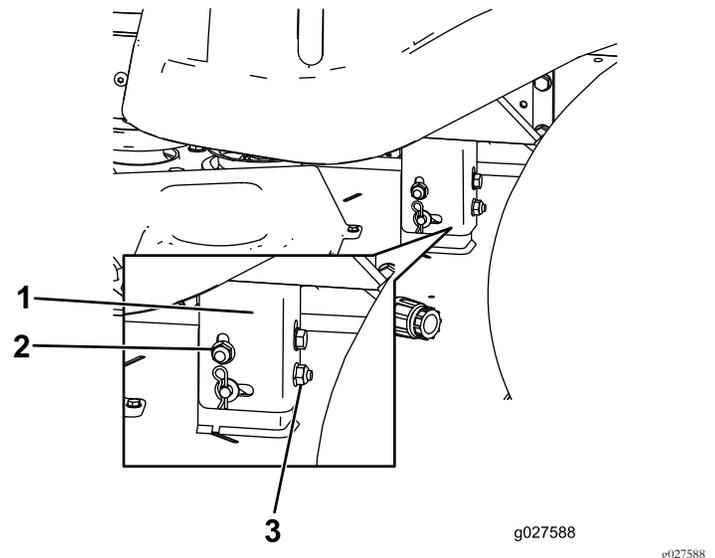

Figure 62
8. Élevez ou abaissez le côté gauche du plateau de coupe en tournant l'écrou arrière (Figure 62).
Remarque: Tournez l'écrou arrière dans le sens horaire pour élever le plateau de coupe ou dans le sens antihoraire pour abaisser le plateau (Figure 62).